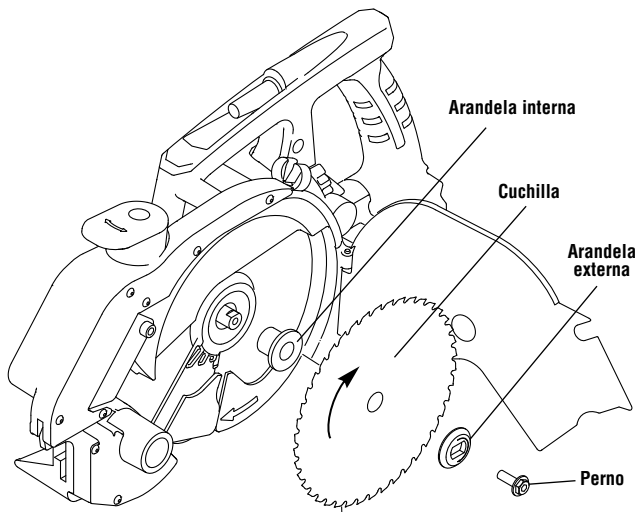

Figura 20 – Instalación de la cuchilla
5. Extraiga la cuchilla y reemplácela con una hoja nueva. Asegure que los dientes de la cuchilla tengan la orientación correcta. Monte la cuchilla sobre la arandela interna (vea la Figura 20).
6. Instale la arandela externa y el perno de la cuchilla. Asegure que no queden residuos entre la hoja y las arandelas. Asegure que la cuchilla y las arandelas estén bien ensambladas. *Vea la Figura 20.*